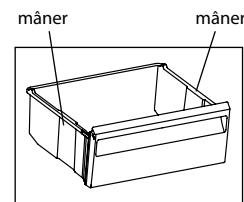

Figura 8
3.2.1 Cosurile SC au un mânér pe panoul frontal pentru încărcarea și desărcarea ușoară a produselor, precum și mânere pe suprafetele laterale (cu excepția coșului inferior) pentru deplasarea în afara frigiderului, în conformitate cu figura 8.